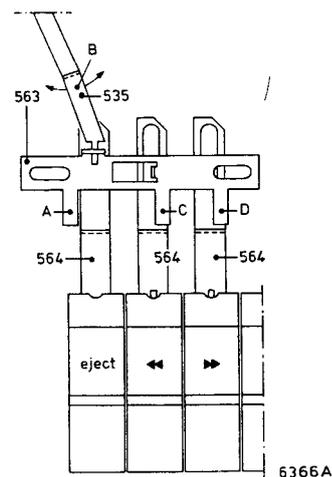

Fig. 44
- Das Gerät auf "Stop" stellen. Den Kassettenhalter nach unten drücken. Die Lippe A des Bügels Pos. 563 darf die Kassetten-entriegeltaste nicht sperren. Einstellen erfolgt durch Verbiegen des Teils B von Bügel Pos. 535 (siehe Abb. 44).
Das Gerät auf "Wiedergabe" stellen. Die "Vorlauf"- und "Rücklauf"-Drucktasten dürfen jetzt nicht durch die Lippen C und D des Bügels 563 gesperrt werden (siehe Abb. 44).